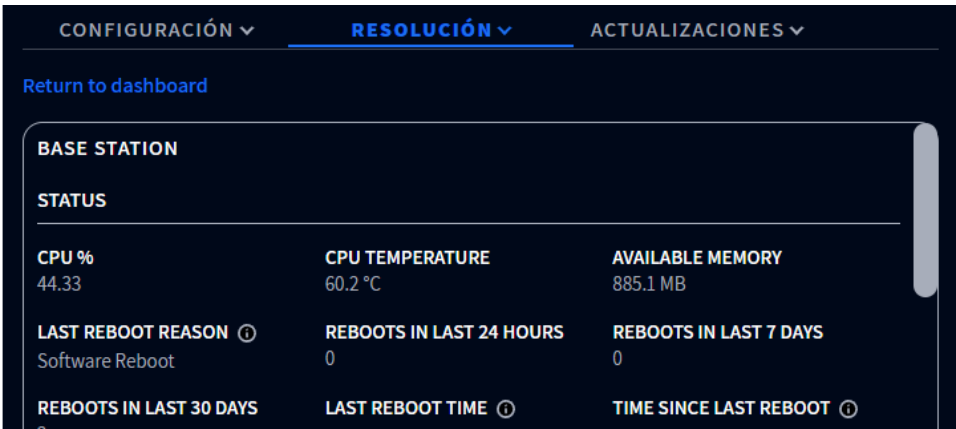

Fig. 15.3
**Diagnóstico del sistema [continuación]:** Las Fig. 15.3 - 15.10 le ofrecen una vista previa de las cuatro pantallas cuando se selecciona cada opción de componente enumerada en System Diagnostics (Diagnóstico del sistema) en la Fig. 5.5 (es decir, Base Station (Estación base), Network (Red), Audio (Audio) o Speaker/Mic Posts (Altavoz/micrófono)).